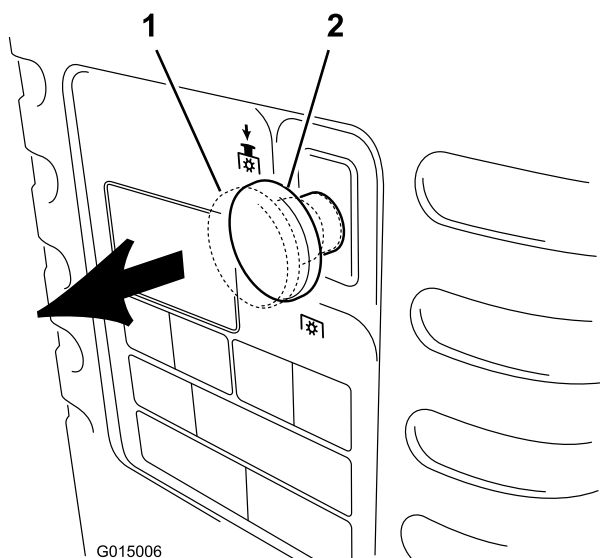

Figura 8
2. Spostate la manopola di comando della lama (PDF) in posizione On (Figura 8).
2. Spingete il comando della lama (PDF) in posizione Off (Figura 8).